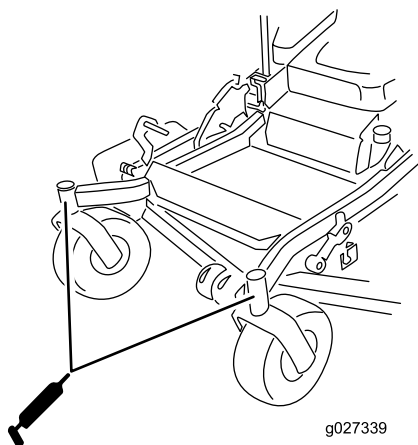

Figure 44
10. Remettez le bouchon hexagonal et le capuchon antipoussière en place (Figure 44).
11. Graissez les roulements des roues pivotantes (Figure 44).